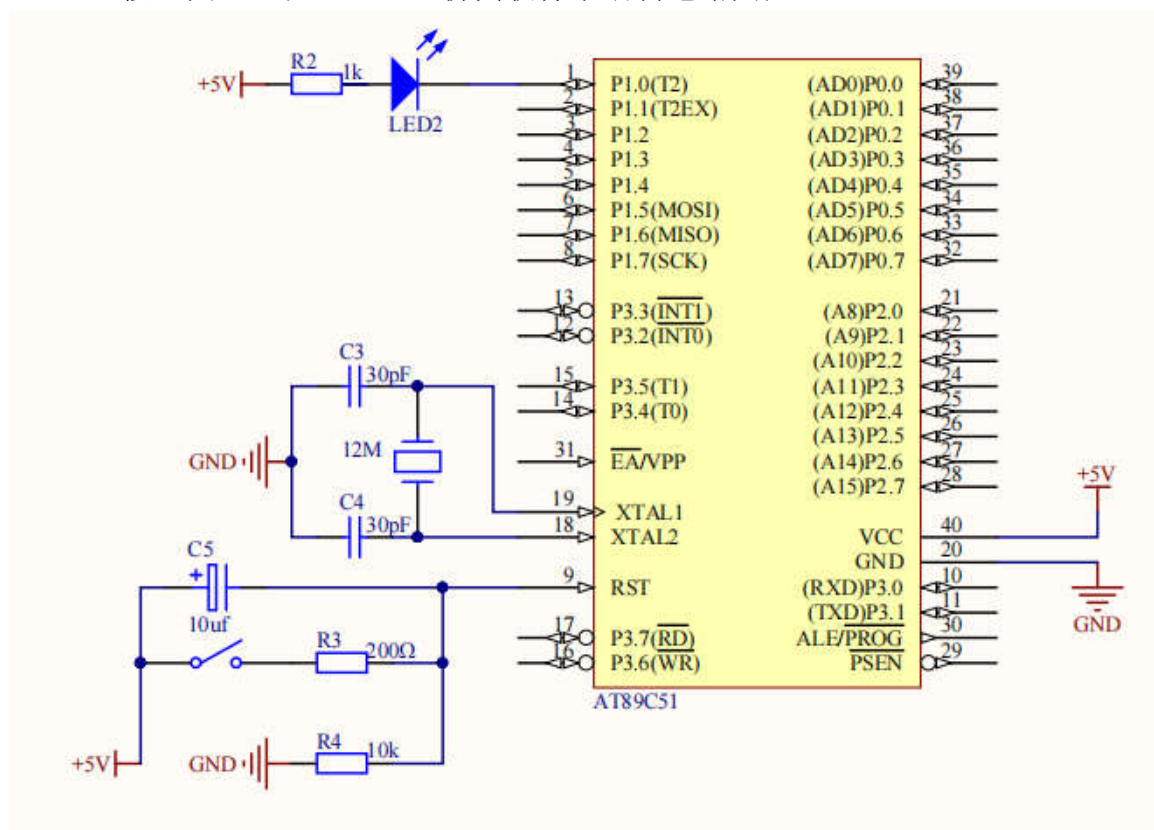

图 2.1 单片机最小系统电路图
- 1、按照图 2.1 在 Protues 仿真软件中绘制电路图；
- 3、仿真运行无误后，按照图 2.1 焊接电路；